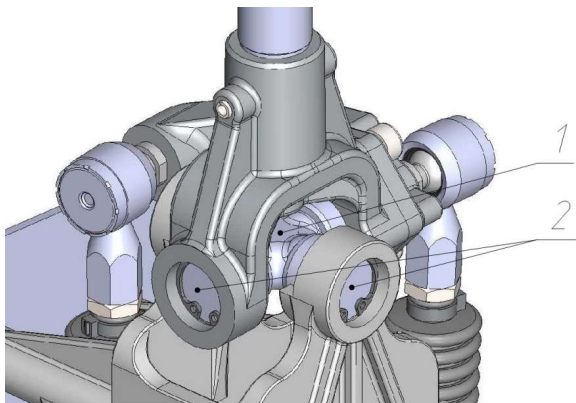

Рис. 6.5 Шарнирный узел мастер-опоры
1.1	Пропустить концы тросов через вырез в полу кабины Пропускание тросов производить аккуратно, не допуская отклонения концов тросов на угол, выходящий за пределы конуса 16° (8° от центра в любую сторону), что приведет к выходу троса из строя. Не допускается повреждение гофрированных чехлов тросов или их сползание с посадочных мест на корпусах тросов. В случае сползания чехла с корпуса троса, необходимо установить его на место, см. рис. 6.5.
В мастер-опоре (рис. 6.5) применен шарнир в виде крестовины 1 с игольчатыми подшипниками 2. В подшипники заложена смазка при изготовлении, рассчитанная на весь срок службы узла. Обслуживание данного узла не требуется.